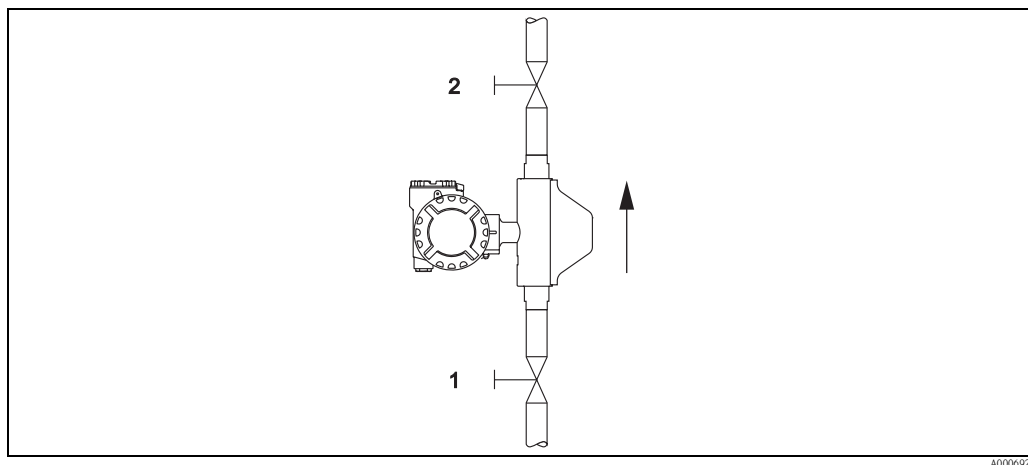

Fig. 13: Regolazione dello zero e valvole di intercettazione (1 + 2)
- La regolazione dello zero deve essere eseguita con portata zero. Per azzerare la portata possono essere utilizzate, ad esempio, delle valvole di intercettazione montate a monte o a valle del sensore oppure le valvole e saracinesche già presenti ( → Fig. 13).